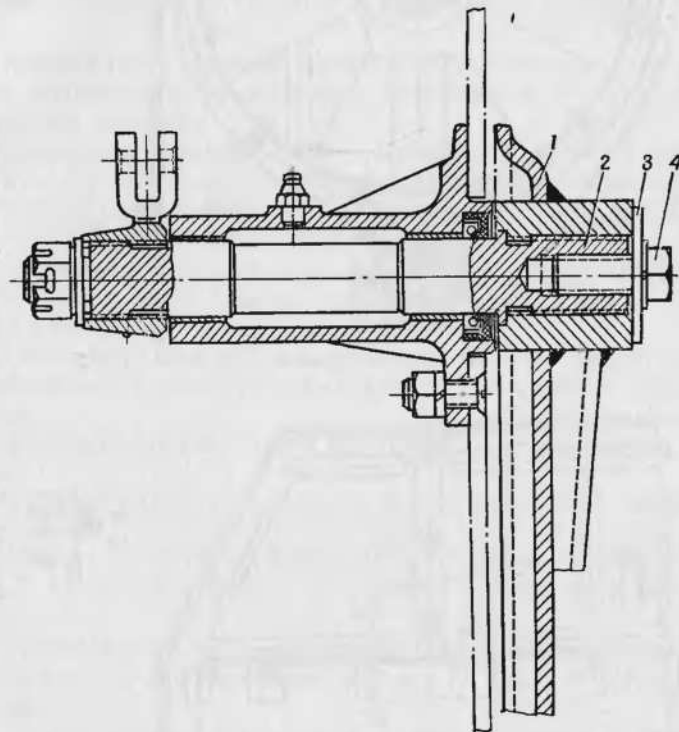

Рис. 80. Установка заслонки водомета:
10. Открыть заслонку 1 (рис. 80) водомета, поворачивая ее по ходу часовой стрелки.
14. Закрыть заслонку 1 (рис. 80), поворачивая ее против хода часовой стрелки.
2. Вывернуть болт 4 (рис. 80) крепления заслонки 1 водомета, снять упорную шайбу 3, повернуть заслонку водомета по ходу часовой стрелки и спрессовать ее с валика 2 заслонки.